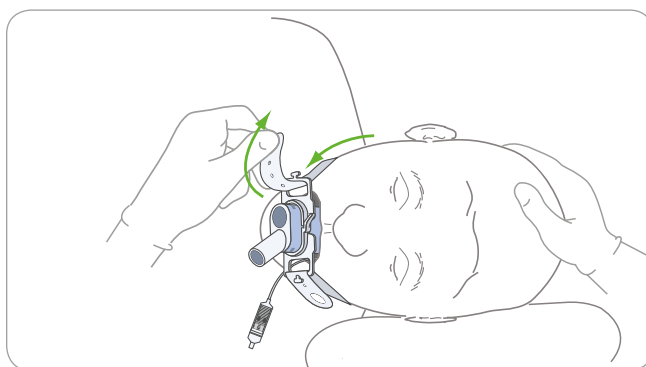

Figura 14. Treceți partea nefixată a curelei prin spatele și în jurul capului pacientului și fixați-o de mânerul din dreapta al suportului
- În poziția laterală stânga, fixați un capăt al curelei de partea stângă a mânerului făcând o buclă la capătul curelei prin aripa suportului și fixând-o de cârligul din exterior. Treceți partea nefixată a curelei prin spatele și în jurul capului pacientului. Treceți cureaua prin suportul din dreapta, aplicați suficientă tensiune pe a-l ține pe loc și fixați-l de mânerul din dreapta al suportului așa cum este ilustrat în **Figura 14**.